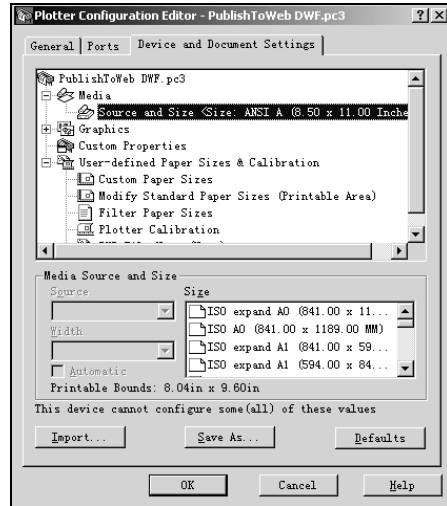

图 10-20 Plotter Configuration Editor 对话框
- **Properties** 按钮 用来设置指定打印设备的属性。单击该按钮，将打开如图 10-20 所示的 Plotter Configuration Editor 对话框。该对话框有 3 个选项卡：